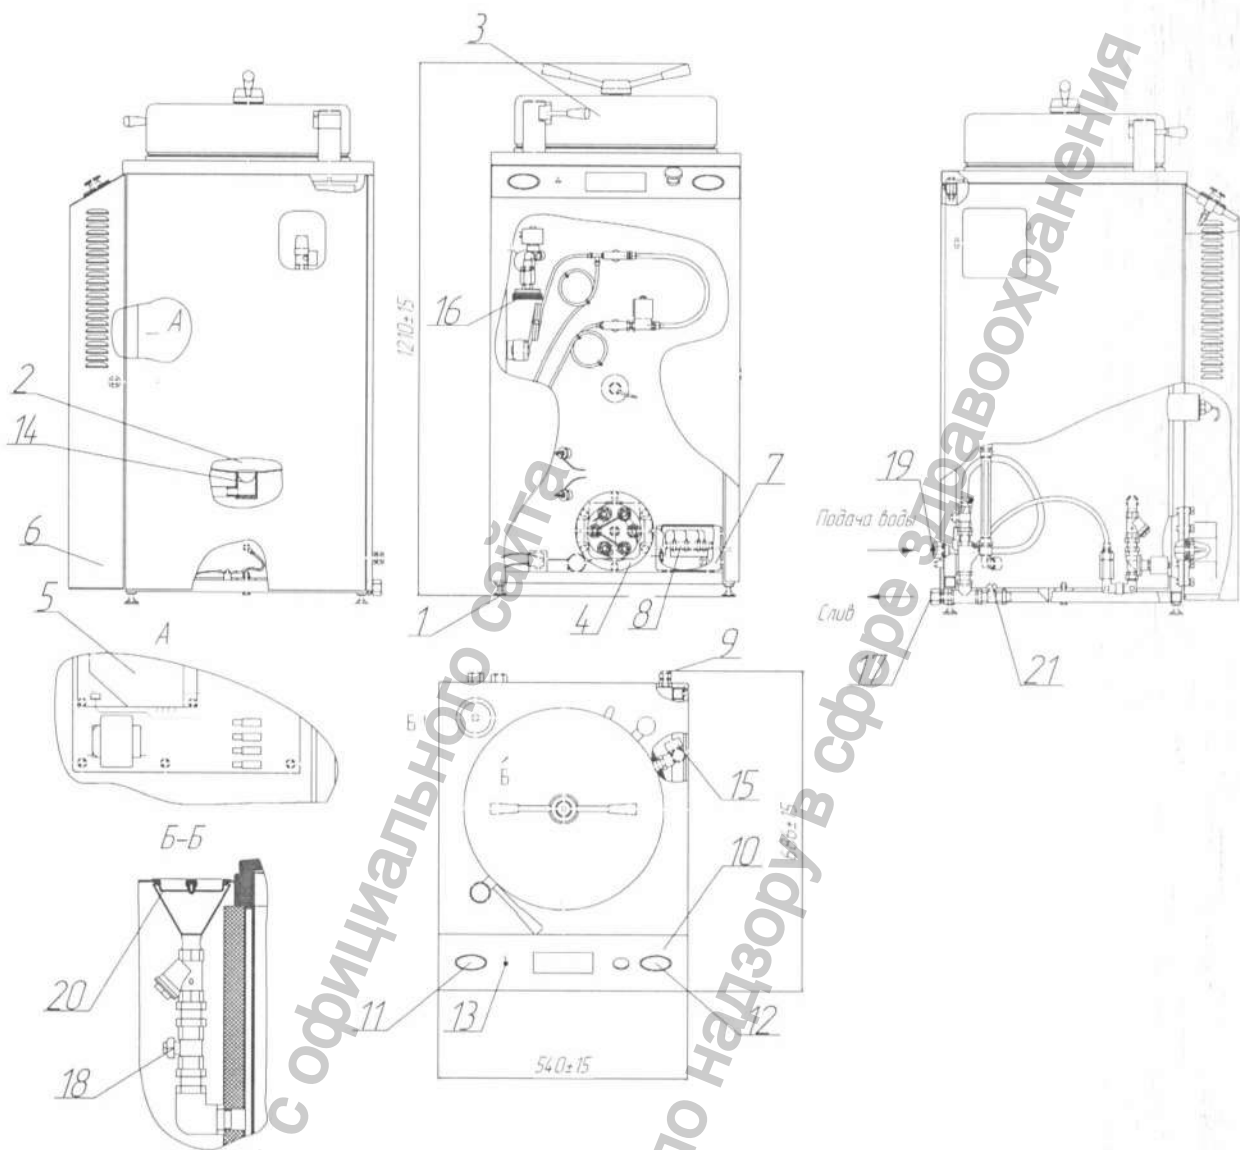

Рисунок 1 – Стерилизатор ВКа-5-Р-ПЗ
1.4.1 Внешний вид стерилизатора приведён на рисунке 1. Основными сборочными единицами стерилизатора являются (см. рисунок 1): стерилизационная камера 2, крышка 3, силовой блок 5, дверца 6, панель управления 10
Слив воды производится открыванием сливного вентиля. Сливать воду из парогенератора необходимо всегда, когда есть вероятность охлаждения стерилизатора до отрицательных температур (транспортирование, хранение и т.п.). Иначе возможен выход из строя парогенератора. Для эффективного удаления воды сливным вентилем необходимо, чтобы парогенератор находился в разогретом состоянии, в чем можно убедиться по манометру 11 (рисунок 1), он должен показывать избыточное давление порядка 0,05 МПа.
2.2.2 Распаковать стерилизатор, произвести внешний осмотр, проверить комплектность в соответствии с разделом 1.3 настоящего руководства, установить стерилизатор на опоры 1 (см. рисунок 1).
2.2.5 Соединить штуцер 17 (см. рисунок 1) с канализацией посредством гибкого шланга.